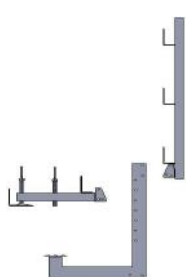

fig. 5
- Svitare le due barre filettate ruotando le manovelle in senso antiorario fino alla loro completa apertura (vedi fig. 5 a pag 9);